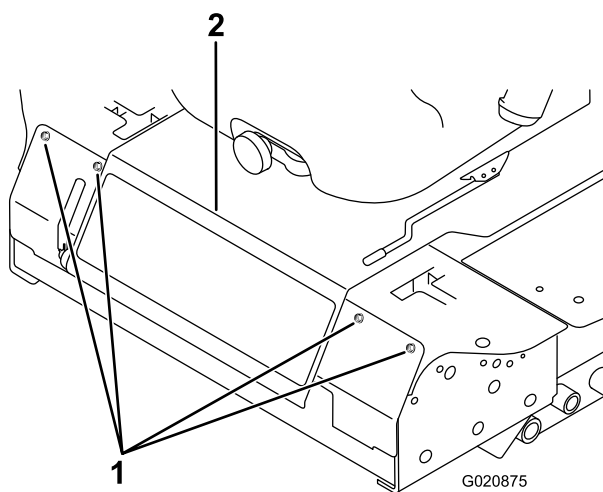

Figura 62
3. Afloje los pernos del panel delantero y retire el panel (Figura 62).